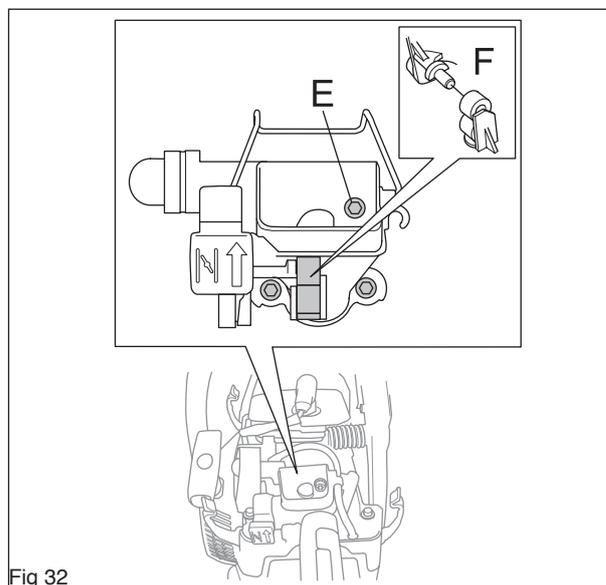

Fig 32
5. Desserrer les vis (E) et décrocher les collets en caoutchouc (F) (voir la figure 32).